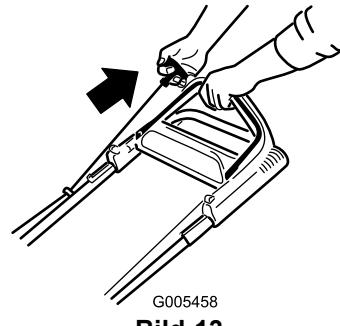

Bild 13
- Ziehen Sie den Rücklaufstarter (Bild 13).